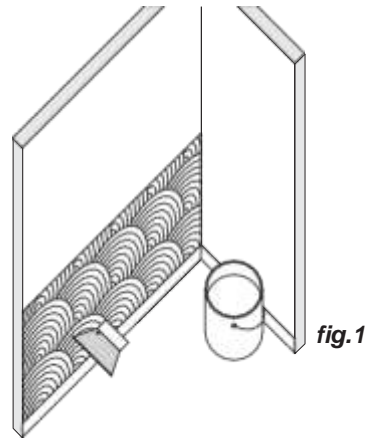

fig.1
- Colocar os painéis contra as respectivas secções de parede e verificar o alinhamento contra molduras, rodapés e pavimentos (fig.1).
- Espalhar a cola em toda a superfície da parede marcada anteriormente (fig.1). Aplicar a cola na parede é mais fácil do que aplicá-la no painel para ambientes no local e evita a entrada de poeira no adesivo durante a fase de tempo aberto da cola.